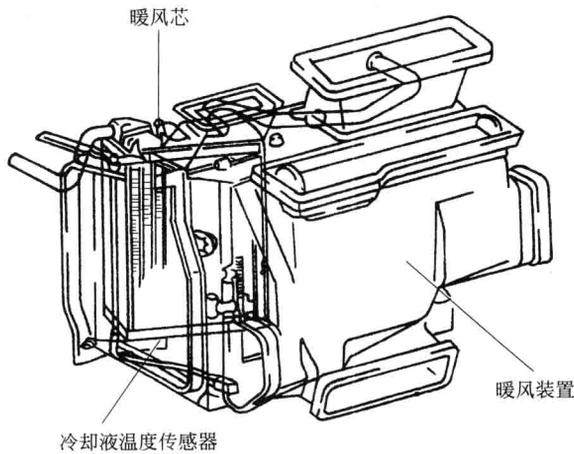

图 1-10 冷却液温度传感器
e. 冷却液温度传感器 冷却液温度传感器检测发动机冷却液的温度，如图 1-10 所示。有些自动空调器不接收冷却液温度传感器信号。